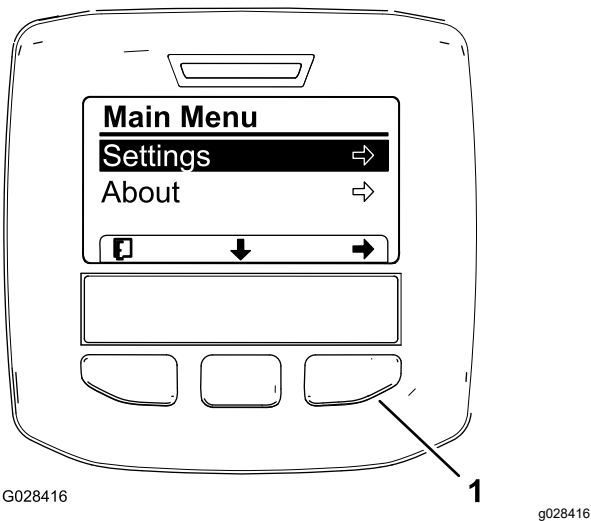
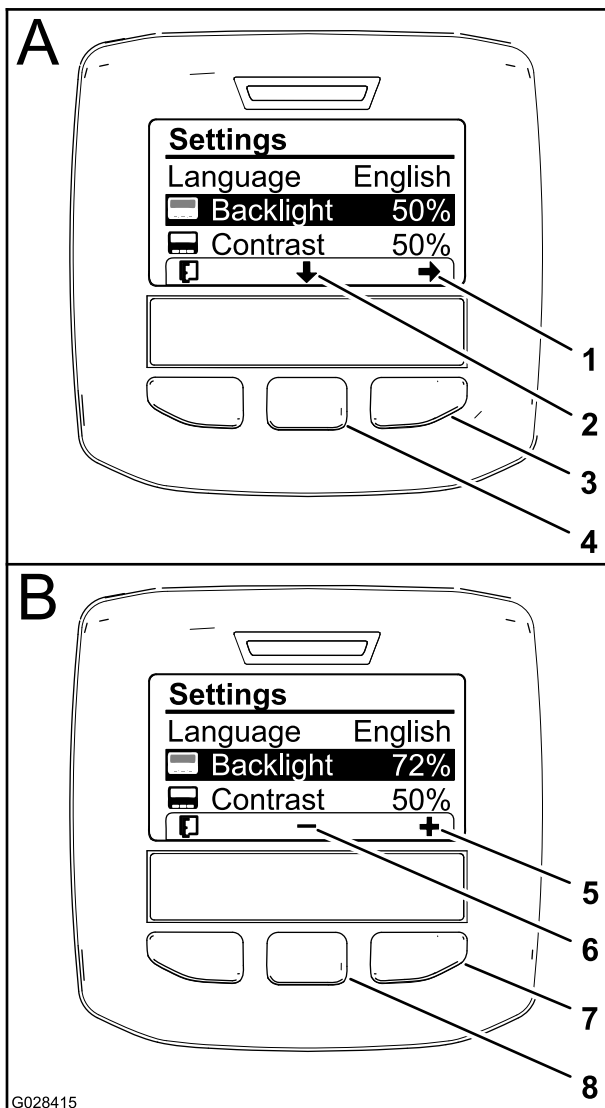

図 61
図 63
3. 中央ボタンをもう一度押してメインメニューを表示させる図 61。
5. 左ボタンを押すと、選択中の項目が記憶され、設定メニューを終了し、メインメニューへ戻る 図 61。
2. 表示に使用する言語を変更するには、中央ボタン画面上で下向きの矢印で示されているボタンを押し、画面を下にスクロールして Language という選択肢を出す 図 63。
3. 右ボタンを押すと数値の変更ができるようになる 図 63。
4. 中央ボタンと右ボタンとを使って表示画面の明るさを調整する 図 63。
5. 左ボタン終了アイコンの下にあるボタンを押すと、選択中の項目が記憶され、設定メニューを終了し、メインメニューへ戻る 図 63。
押し、画面を下にスクロールして Contrast という選択肢を出す 図 63。
7. 右ボタンを押すと数値の変更ができるようになる 図 63。
8. 左ボタン終了アイコンの下にあるボタンを押すと、選択中の項目が記憶され、設定メニューを終了し、メインメニューへ戻る 図 63。
9. 左ボタンを押すと、設定メニューを終了し、メインメニューへ戻る 図 61 と 図 63。
10. 左ボタンを押すとホーム画面に戻る 図 63。